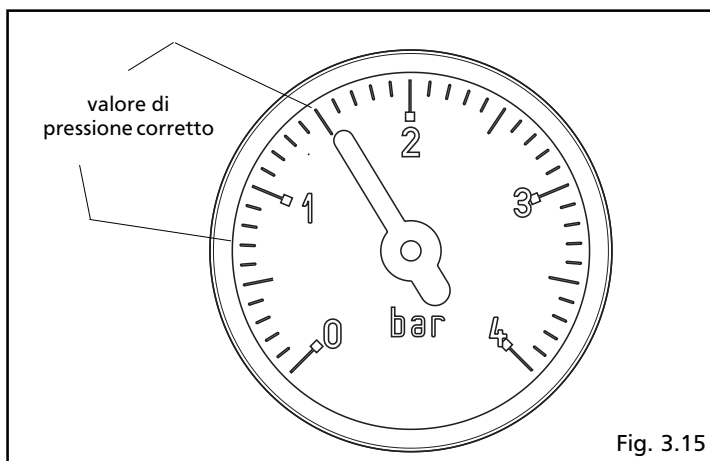

Fig. 3.15
- aprire di due o tre giri il tappo della valvola di sfogo aria automatica (A)
- aprire il rubinetto di riempimento (C) fino a che la pressione indicata dall'idrometro sia compresa tra 1e 1,5 bar (fig. 3.15).